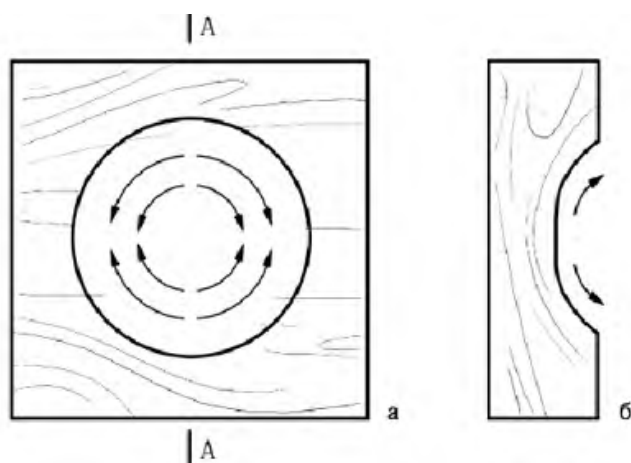

Рисунок 15 - Выполнение круглой вогнутой выемки на торце заготовки первым способом (стрелками показано направление движения инструмента)
1) первый способ (рисунок 15) - выемку выполняют боковыми движениями вдоль волокон древесины, направляя резец полукруглой стамески от центра по кругу;